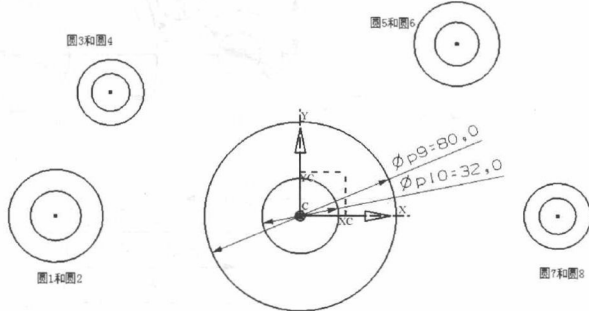

图 1-29 绘制 8 个圆
(5) 在【草图工具】工具条中选择  (圆) 按钮, 在【圆】浮动工具条中选择  (圆心和直径定圆) 按钮, 按照图 1-29 绘制 8 个圆, 注意圆 1 和 2、圆 3 和 4、圆 5 和 6、圆 7 和 8 均为同心圆且半径与图样尺寸接近。